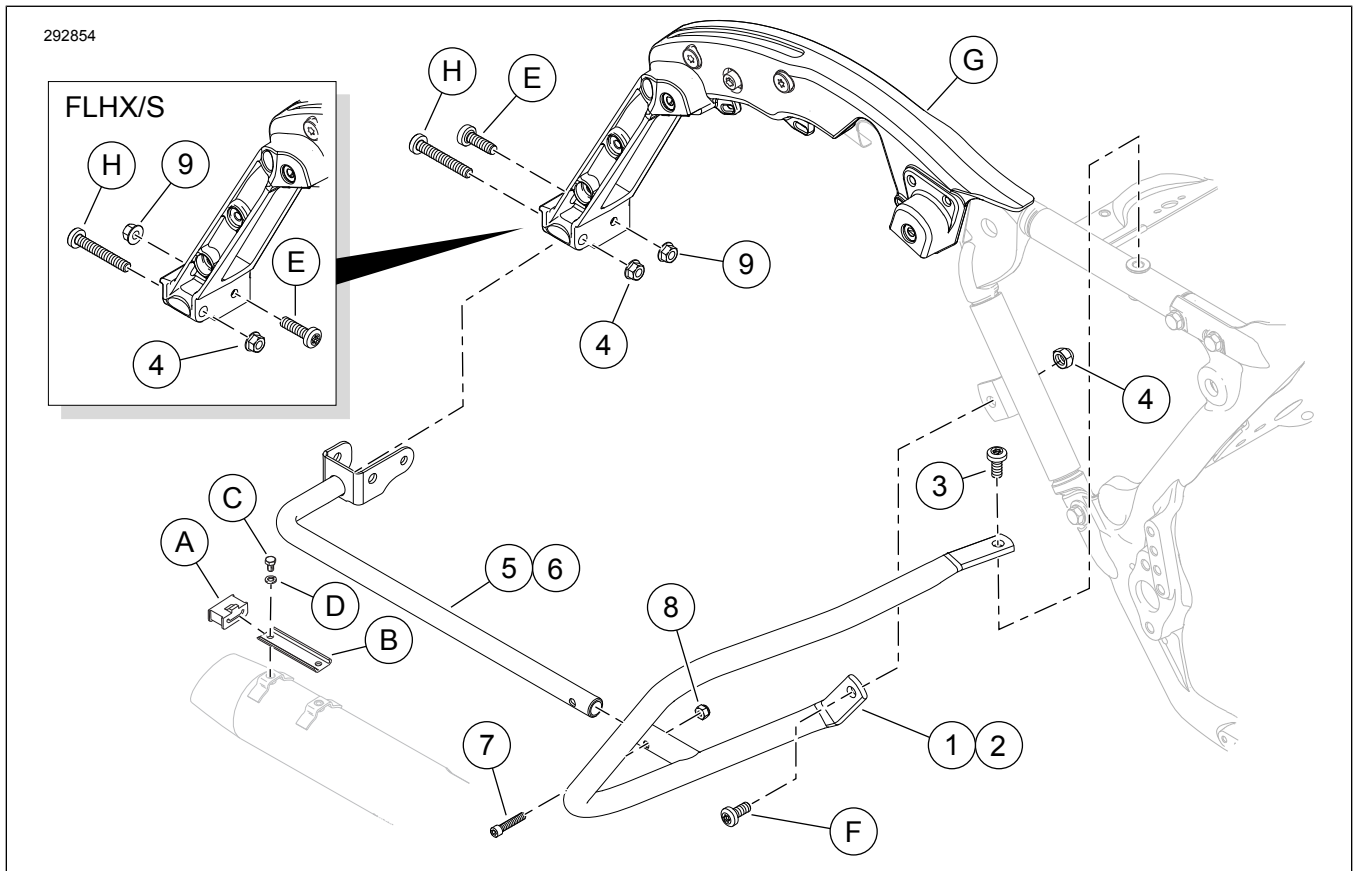

Figure 1. Contenu du kit : Kit de protection de sacocche
1. Voir la Figure 1. Installer l'arrière du **nouveau** tube de support de sacoche (5 ou 6) au support de sacoche moulé (G).
- a. Installer lâchement la vis (H, retirée plus tôt) et l'écrou à embase (4).
- a. Installer lâchement la vis (3) pour fixer la protection de la sacoche avant (1 ou 2) au cadre supérieur.
- b. Installer lâchement la vis (F, retirée plus tôt) et l'écrou à embase (4) pour sécuriser la protection du tube diagonal.
- a. Installer la vis à tête creuse hexagonale (7).
- b. Installer le contre-écrou (8). Ne pas trop serrer.